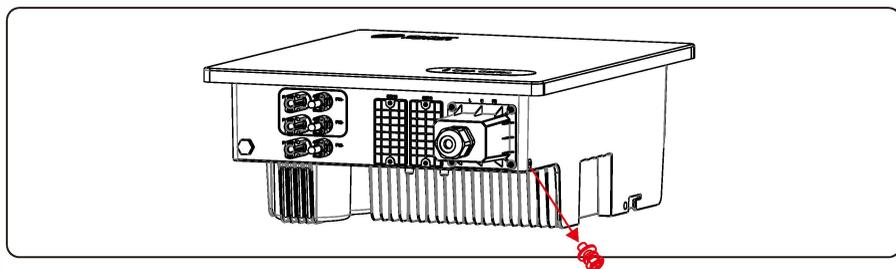

Figura 5.3: Remova os parafusos de terra
Passo 3: Remova os parafusos de terra dos pontos de terra, conforme mostrado na Figura 5.3.